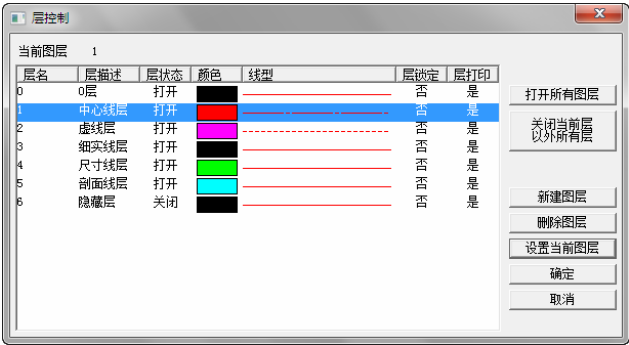

图 4-100 “层控制”对话框
1) 选择下拉菜单“格式”→“层控制”命令，弹出“层控制”对话框，选中“1：中心线层”，单击“设置当前图层”按钮，设置成当前图层，如图 4-100 所示。